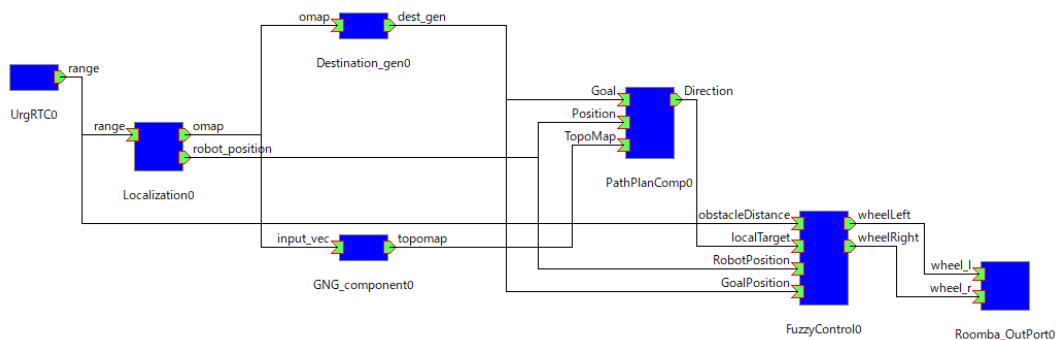

図 37 各ポートを実際に接続した状態
- ⑭ 図 37 および表 11 をもとに、各ポートをドラッグ & ドロップで繋ぎ、表示されたウィンドウの[OK]をクリックする。